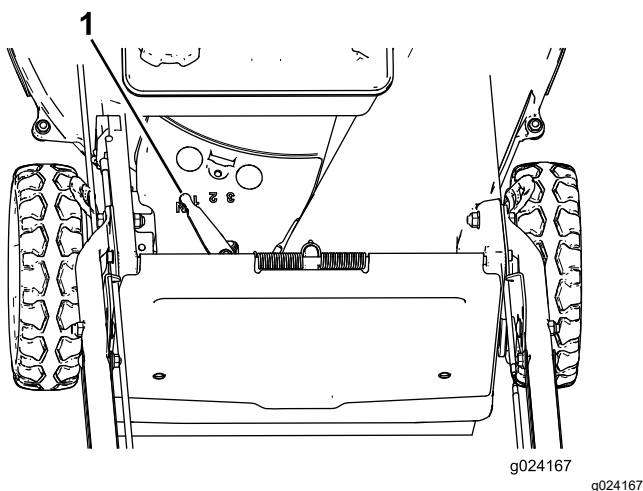

Figure 16
La machine dispose de 3 vitesses de déplacement : 1 (petite vitesse), 2 (vitesse moyenne) ou 3 (haute vitesse); elle comporte aussi une position point mort (N). Le levier de commande d'autopropulsion est situé sous et derrière le réservoir de carburant (**Figure 16**).